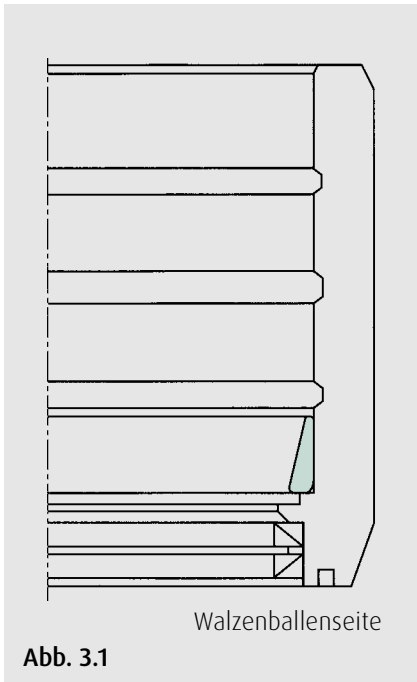

Abb. 3.1
2. Außenring (mit Einbaumarkierung A-B) mit Montagevorrichtung anheben und Außenring vorsichtig in das Einbaustück ablassen. Dabei muß die gewünschte Lastzonenmarkierung (hier 1) in der Lastzone der größten Belastung plaziert werden (Abb. 3.1). Wenn der Außenring verkantet, vorsichtig durch leichte Schläge mit dem Kupferdorn lösen.